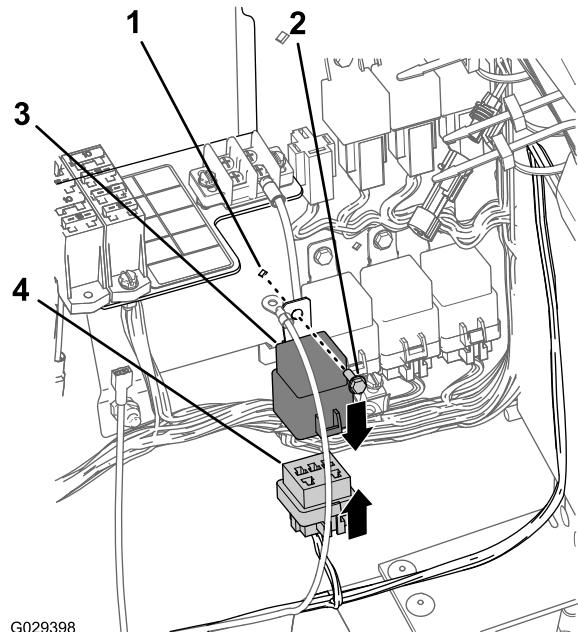

图18
1. 在线束的197cm 发动机舱支管上，将继电器与修整组件线束的 5 插槽接头对齐（图18）。
- 2. 将继电器插脚插入接头的插槽（图18）。
3. 将继电器安装片上的孔与配电板的孔对齐（图18）。
4. 用凸缘头螺栓 (#10-24 x 1/2 英寸) 将继电器固定到配电板上（图18）。